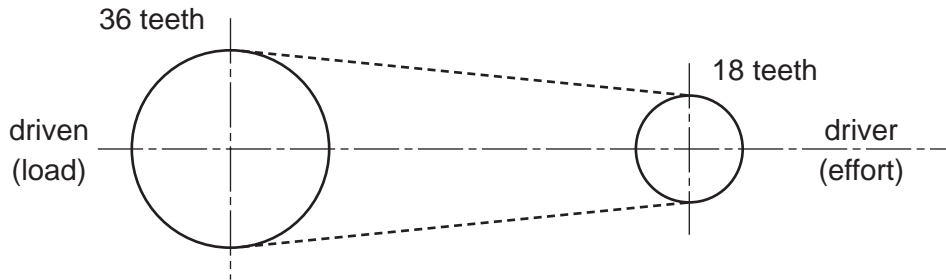

Fig. 5
- (d) Fig. 5 shows a schematic drawing of a sprocket and chain system.